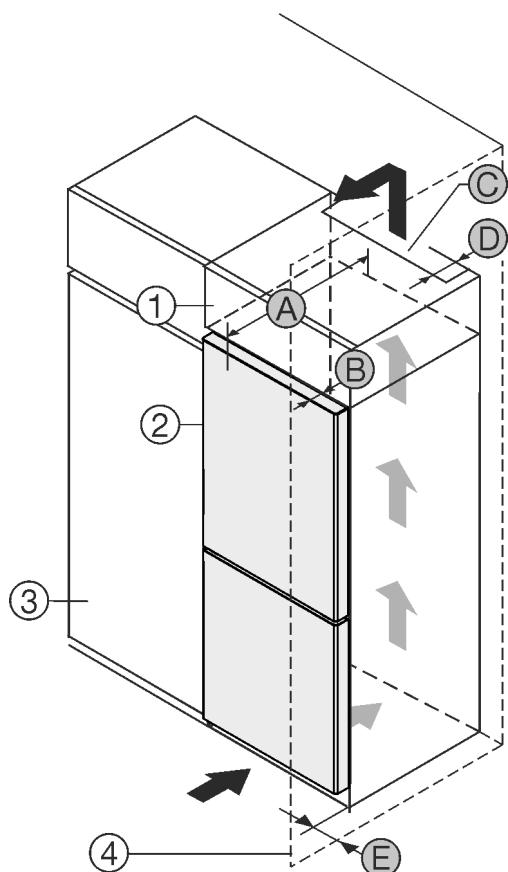

Fig. 1
Uredaj se može postaviti direktno uz kuhinjski element Fig. 1 (3).*
Na stražnjoj strani visećeg ormara treba postojati otvor za odzračivanje dubine Fig. 1 (D) po cijeloj širini visećeg ormara.
Ispod stropa prostorije treba poštovati ventilacijski presjek Fig. 1 (C).
Kada se uređaj postavlja s okovima pored zida Fig. 1 (4), razmak između uređaja i zida mora iznositi najmanje 40 mm. To odgovara stajanju ručice kod otvorenih vrata.
Kako biste vrata mogli potpuno otvoriti, uređaj mora biti za dubinu vrata Fig. 1 (B) ispred u odnosu na prednjicu kuhinjskog elementa. Ovisno o dubini kuhinjskih elemenata Fig. 1 (3) i uporabi zidnih odstojnika, uređaj može i dalje stršati.*
Kako biste vrata mogli potpuno otvoriti, uređaj mora biti za dubinu vrata (B) ispred u odnosu na prednjicu kuhinjskog elementa. Ovisno o dubini kuhinjskih elemenata Fig. 1 (3) i uporabi zidnih odstojnika, uređaj može i dalje stršati.*